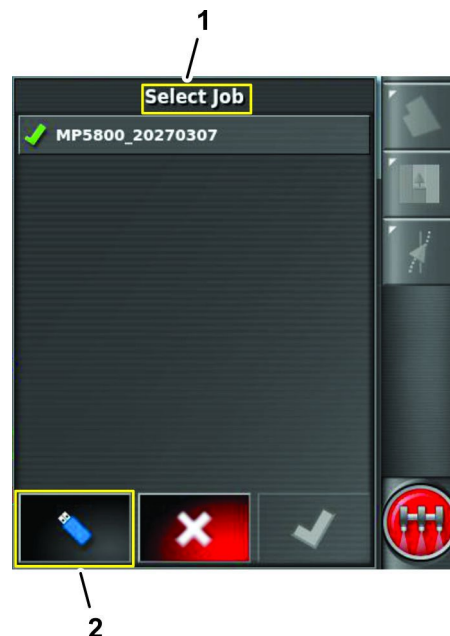

图 94
5. 按“切换视图”图标显示“选择作业 USB”列表图 94。